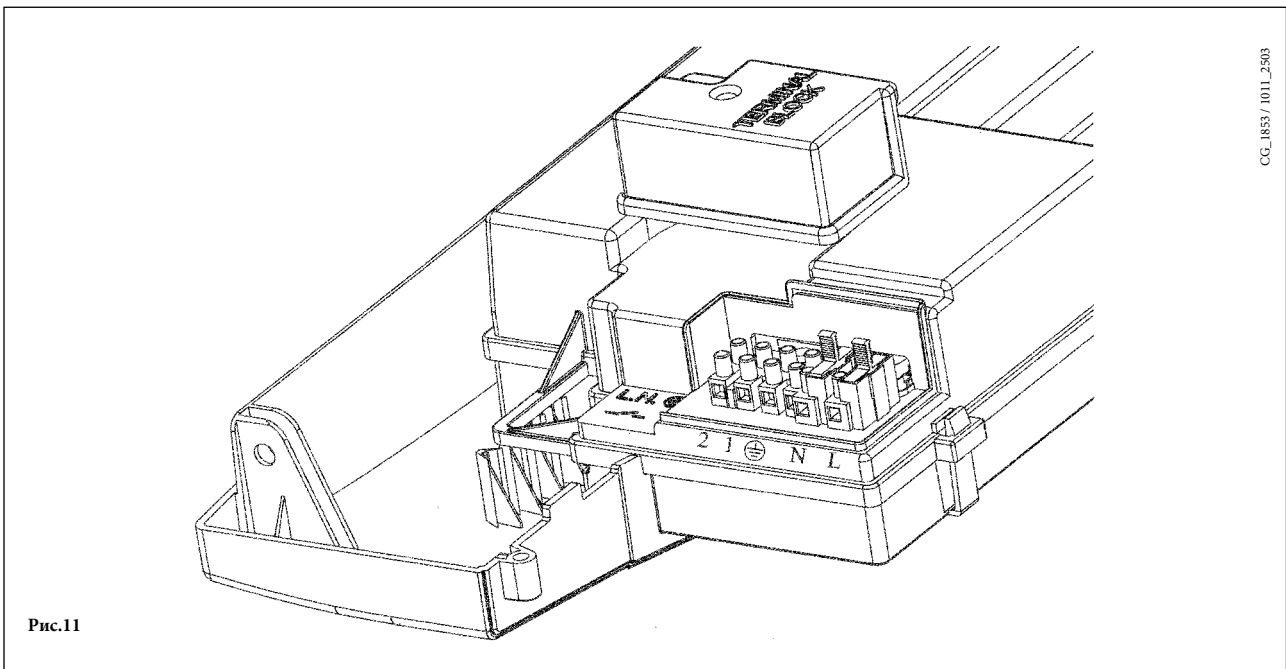

Рис.11
- для доступа к контактам снимите крышку (рис.11).
- Открыть доступ к клеммам подключения электропитания (рис. 11), в соответствии с инструкциями, изложенными в предыдущем разделе;
- протянуть кабель из двух проводов через кабельный зажим котла и присоединить кабель, идущий от термостата, к клеммам (1) и (2);